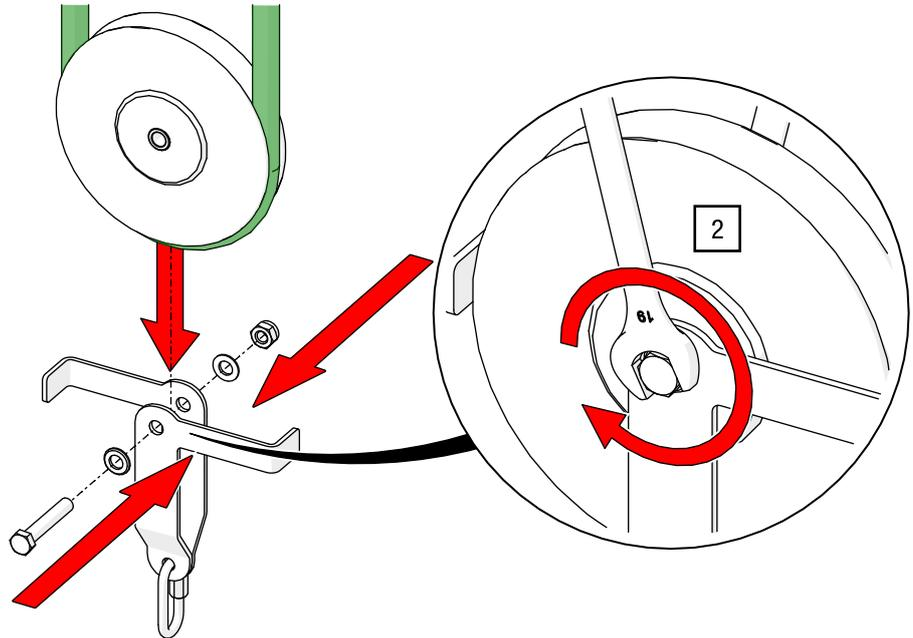

Abb. 123: Manueller Antrieb ROPE-DRIVE – bei Hanfseil-Sandsackrolle Seil einlegen und Rolle wieder montieren
- Legen Sie das Hanfseil auf die Rolle und montieren Sie diese wieder (siehe Abb. 123).